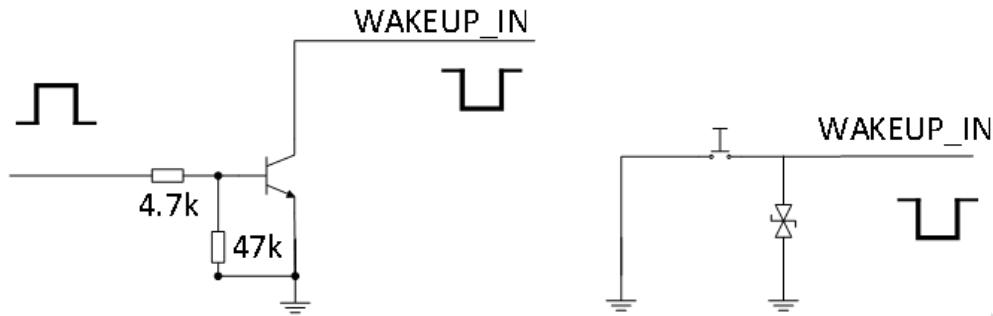

图 3-6 WAKEUP\_IN 参考电路
- ✓ 唤醒线走线不宜过长，注意包地保护，远离RF、VBAT电源及强信号干扰源，以免受外界信号干扰。如果使用图3-6中三极管电路，三极管靠近模组引脚。
- ◆ 为避免 USIM\_DATA 和 USIM\_CLK 之间的信号相互串扰，两者布线不能太近，在两条走线之间需增加地屏蔽，同时为了避免走线过长带来的影响，USIM\_DATA 一般需要增加电阻上拉到 USIM\_VDD 以提高驱动能力。由于模块内部已经内置上拉电阻（阻值 10K）到 USIM\_VDD，如果走线过长，建议外部预留 10K 电阻（图 3-6 中用虚框标识）靠近卡槽放置。此外，USIM\_RST 信号也需要地保护。